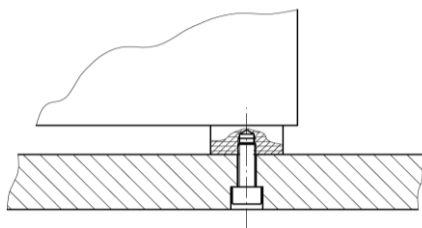

Abbildung 3
- Wendelförderer mit Grundplatte (siehe Abbildung 3)